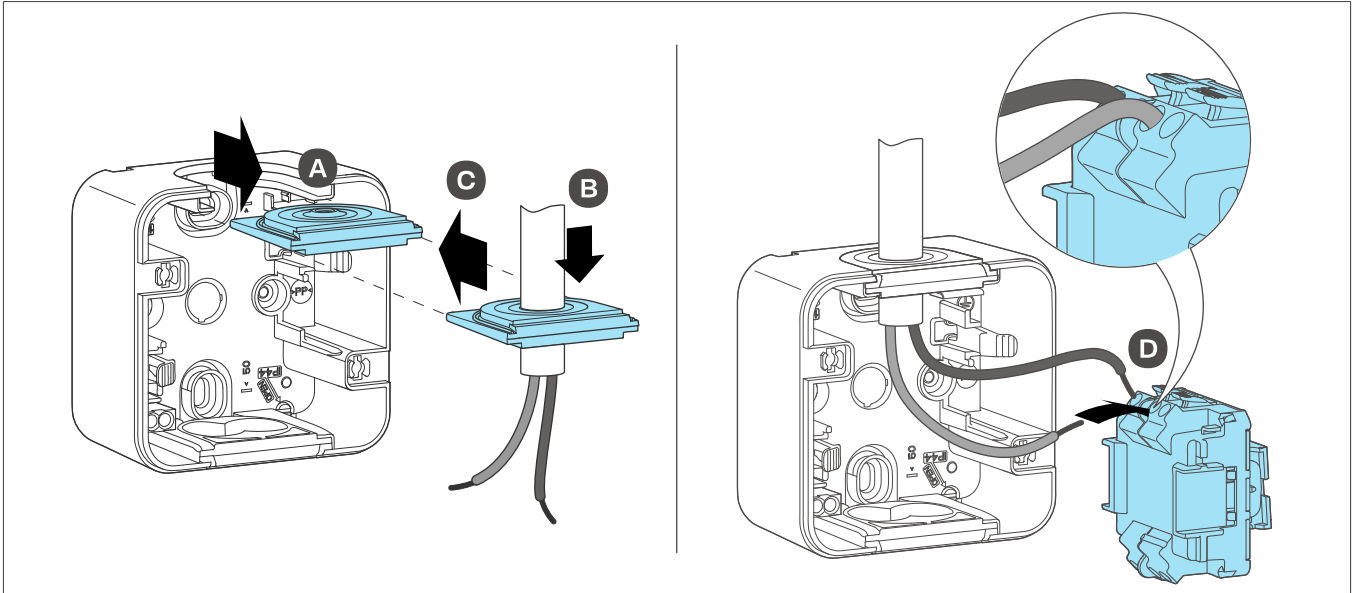

Bild 9: Leitungseinführung (links) / Einsatz verdrahten (rechts)
- ① Je nach verlegter Zuleitung die Leitungseinführung (6) oben/unten aus dem Gehäuse-Unterteil nehmen **A** (Bild 9, links).
- ② Zuleitung durch die Leitungseinführung schieben **B** und die Leitungseinführung wieder ins Gehäuse-Unterteil stecken **C** (Bild 9, links).
- ③ Phase und Lastleitung mit Einsatz (4) verdrahten **D** (Bild 9, rechts).